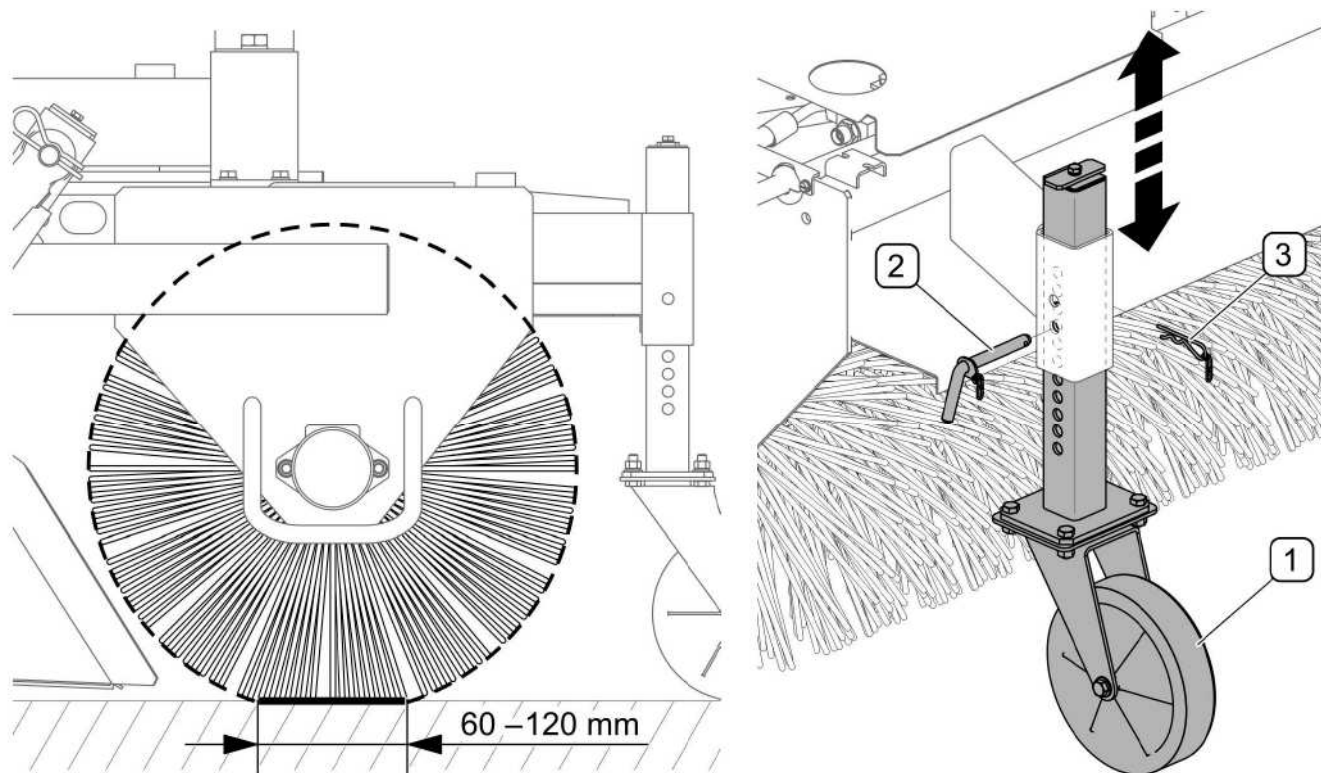
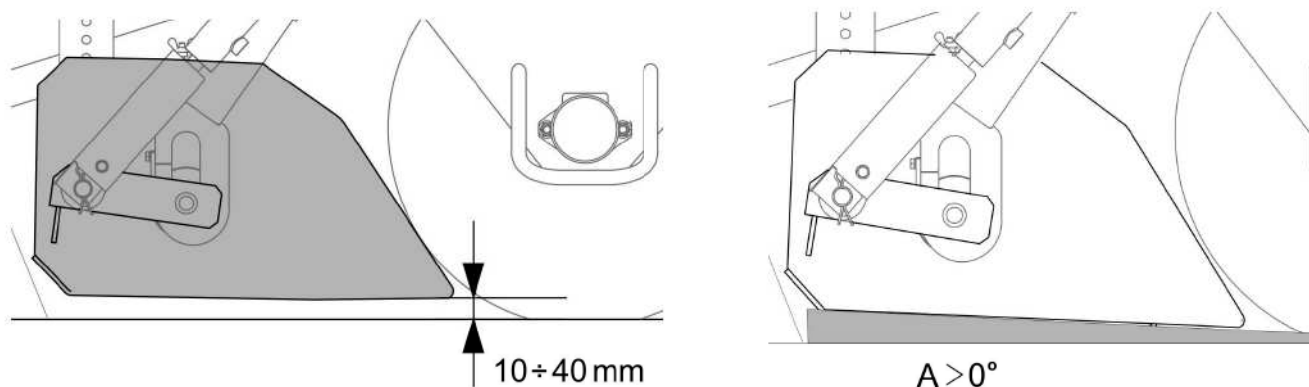

РИСУНОК 5.1 Регулирование нажима подметающего валика
РИСУНОК 5.2 Регулирование бункера для мусора
Регулирование положения подметающего валика нужно осуществлять всегда в случае регулирования положения бункера для мусора. Силу нажима подметающего валика необходимо регулировать по мере износа щетки на валике. Поверхность нажимаа должна составлять от 60 до 120 мм (РИСУНОК 5.1). Кроме этого, нажим можно регулировать также в соответствии со степенью загрязнения очищаемой поверхности.
Нажим регулируется путем изменения положения опорных колес (1) в их направляющих (РИСУНОК 5.1) и осуществляется следующим образом:
- вынуть страховочную чеку (3) и шплинт (2),
- переместить колесо (3) вверх или вниз по направляющей так, чтобы совпали отверстия,
- вставить в нужное отверстие шплинт (2) и заблокировать чекой (3),
Положение бункера для мусора (РИСУНОК 5.2) нужно регулировать всегда после регулирования нажима подметающего валика (РИСУНОК 5.1) и угла наклона бункера. Регулирование положения по высоте осуществляется следующим образом:
Регулирование угла наклона бункера для мусора (РИСУНОК 5.2) осуществляется с левой стороны подметально-уборочной машины и состоит в перемещении верхней точки крепления гидроцилиндра опрокидывания бункера. Регулирование осуществляется следующим образом: